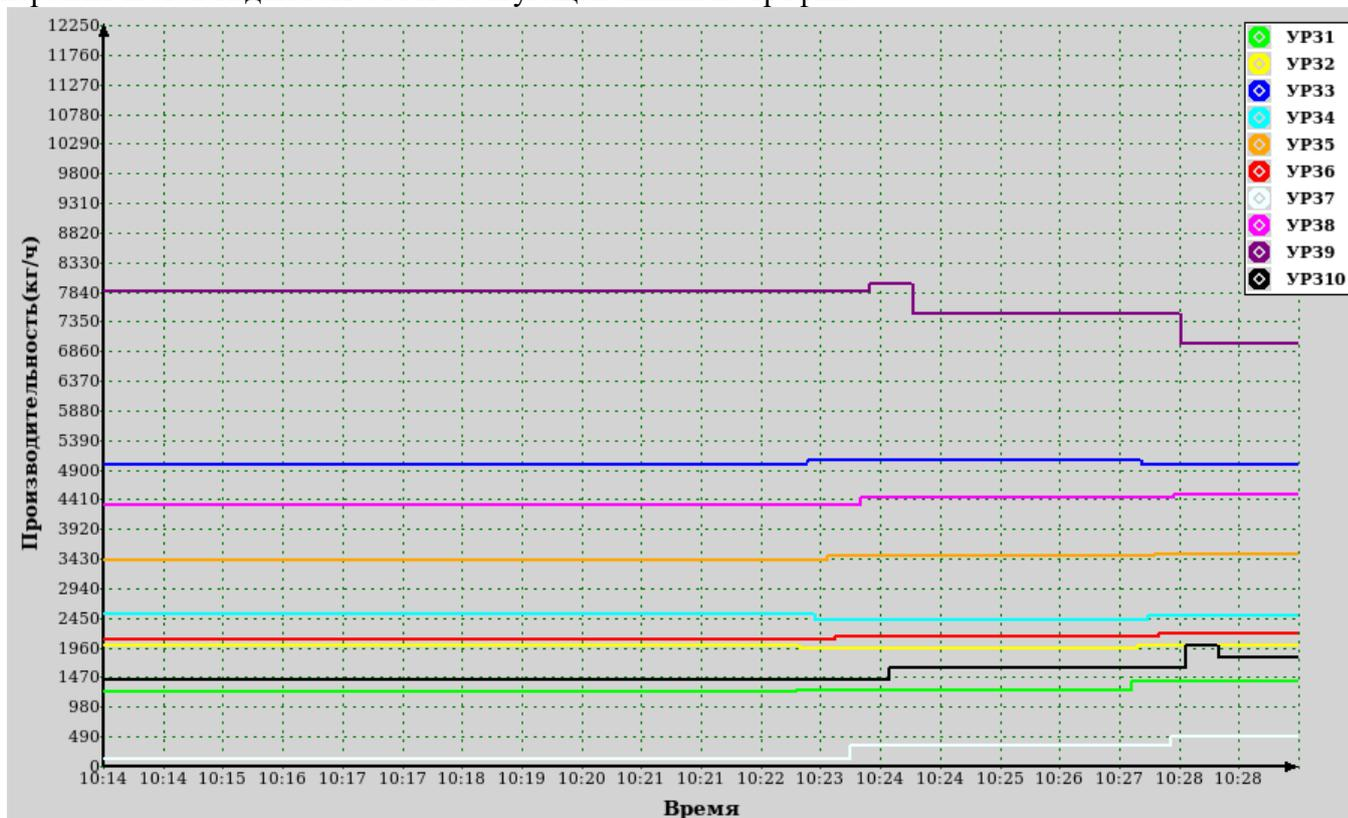

Рисунок 5: Окно оперативного графика мгновенной производительности.
- Окно оперативного графика мгновенной производительности (рисунок 5)